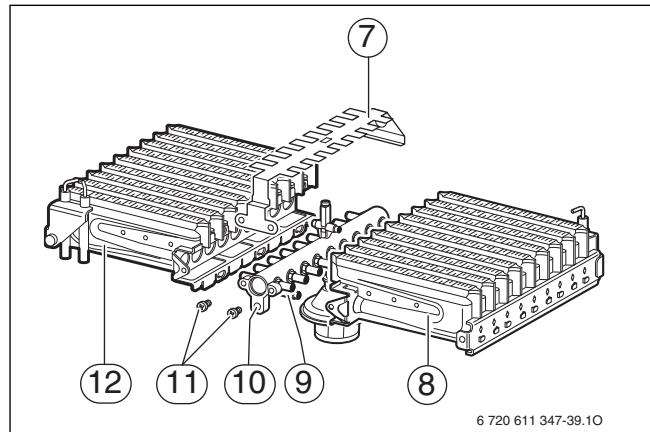

Рис. 39
- Осторожно снять соединитель с запального электрода (1) (→ рис. 39).
- Осторожно вынуть штекерный соединитель на электроде контроля пламени (5).
- Отвинтить крепежный уголок (3).
- Ослабить накидную гайку под горелкой и осторожно снять узел горелки (4).
- Снять винты (11) (→ рис. 39).
- Снять перемычку перекрестного розжига (7).
- Вывинтить винты в точках крепления (9). Снять левую и правую части горелки (12 и 8) с коллектора форсунок (10).